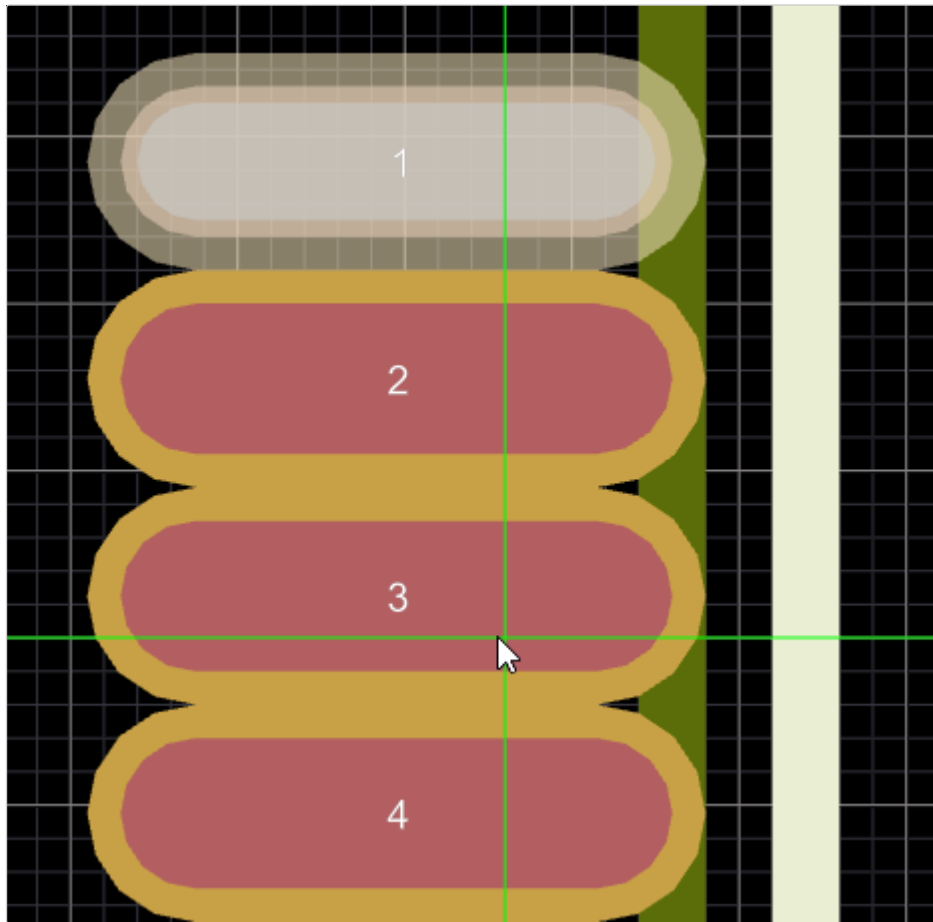

Рисунок 122. Выделенный примитив при измерении зазора
- 2) Нажать левой кнопкой мыши в точке на первый примитив, от которого необходимо начать измерение зазора. Примитив будет выделен на плате (см. рисунок 122).